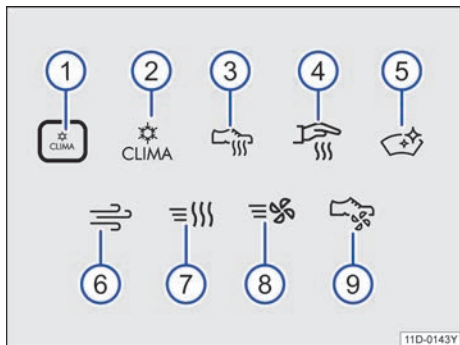

图 103 空调按键图标
→ 图 103② 在信息娱乐系统中打开空调设置。
→ 图 103③将暖气流分配到脚部空间。
→ 图 103④将暖气流分配到方向盘。
→ 图 103⑤去除前窗玻璃上的冰和水雾。
→ 图 103⑥将外部的新鲜空气分配到汽车内部空间。
→ 图 103⑦短时提高加热和新风系统的功率。
→ 图 103⑧短时提高制冷装置的功率。
→ 图 103⑨将冷气流分配到脚部空间。
1. 点击上部中控台中的 → 图 103 ①。